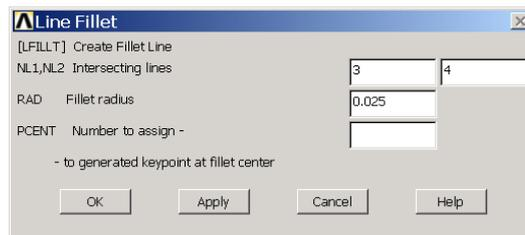

图9.12 对线进行倒角
(11) 单击 Main Menu>Preprocessor>Modeling>Create>Lines>Line Fillet 菜单，然后在图形视窗中选择 L3 和 L4，单击【OK】按钮。接着弹出如图 9.12 所示的对话框。在【Fillet radius】文本框中输入倒角半径【0.025】，单击【OK】按钮。